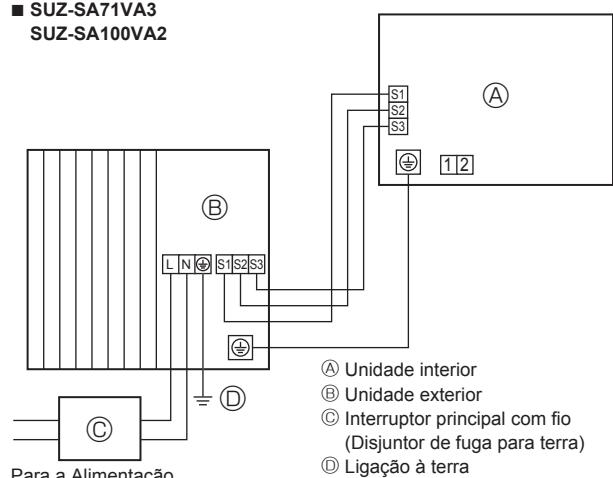
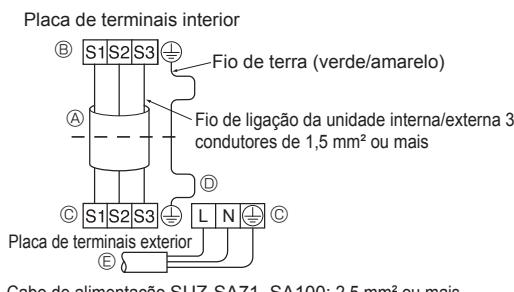
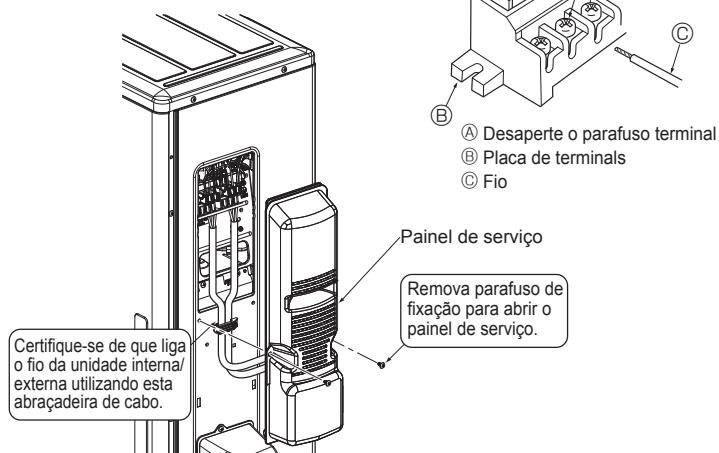

Fig. 5-1
Fig. 5-2
Fig. 5-3
5.1. Unidade exterior (Fig. 5-1, Fig. 5-2, Fig. 5-3, Fig. 5-4)
- ① Retire o painel de serviço.
- ② Ligue os cabos referentes à Fig. 5-1, Fig. 5-2, Fig. 5-3 e Fig. 5-4.
- Faça as ligações tal como demonstrado no diagrama, na parte inferior esquerda. (Obtenha o cabo a nível local) (Fig. 5-2)
- Seja prudente para não trocar a cablagem. (Fig. 5-3)